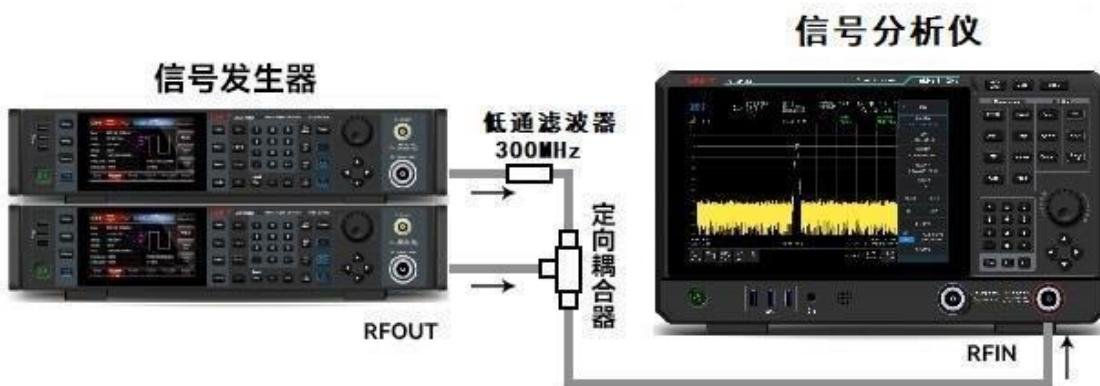

图 3-18：三阶交调信号仪器设置
1. 按图 3-18 所示连接仪器，两个信号发生器分别通过低通滤波器连接定向耦合器的输入端，耦合器的输出即为一个互调失真很低的双音信号源，尽管此连接下的失真性能上要比信号分析仪的好，但用于测量信号源/信号分析仪组合的 TOI 仍然有用，当校验完信号源/信号分析仪组合的 TOI 性能后，待测仪器（DUT）（如放大器）将被插入到定向耦合器的输出和信号分析仪的输入之间。